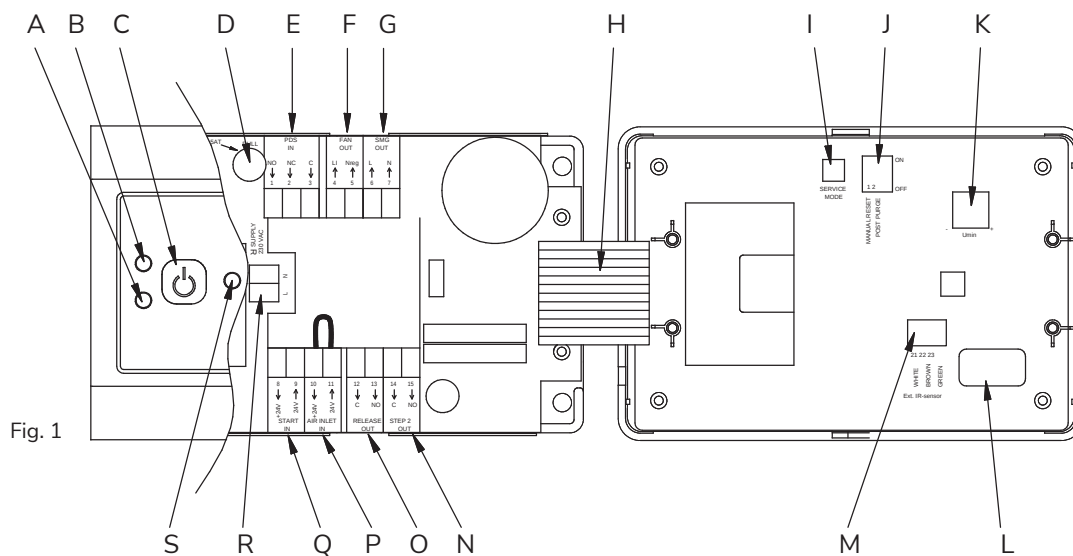

Fig. 1
Kontrollera DIP-omkopplarens fabriksinställning före inregleringen (fig. 1-J).
- Tryck på PÅ/AV-knappen (fig. 1-C).
- Tryck på knappen för serviceläge (fig. 1-I) på baksidan av kåpan.
Larmlysdioden (fig. 1-A) blinkar RÖTT och driftlysdioden (fig. 1-B) blinkar beroende på tryckvaktens läge – se tabellen nedan.
- Ställ potentiometern (fig. 1-K) på maximalt värde genom att vrida den medurs.
- Öka långsamt tryckvaktens inställning tills den bryter. Ett klick hörs, eller driftlysdioden (fig. 1-B) växlar från GRÖNT till RÖTT.